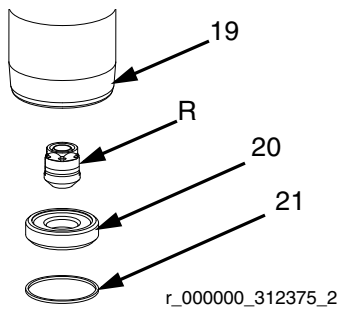

FIG. 10
11. Use un extractor de juntas tóricas para retirar la junta (21) de la carcasa de la válvula de entrada (19). Deseche la junta; use una nueva para el armado. Consulte FIG. 10.
12. Tire del asiento de entrada (20) hacia afuera del fondo del alojamiento de la válvula de entrada (19). Tenga cuidado de no dejar caer el conjunto de la válvula de retención (V) a media que se libera, y déjelo aparte para usarlo más adelante.